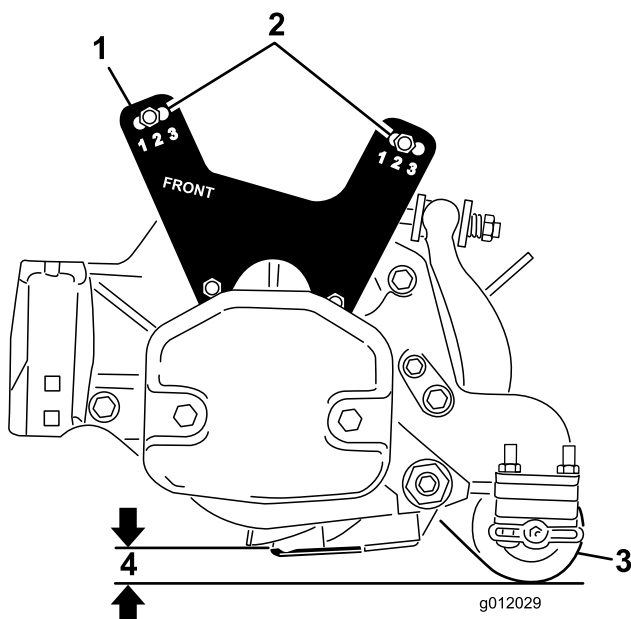

Figura 21
- Baje la unidad de corte al suelo y mida la distancia desde el suelo a la cara superior de la contracuchilla, según se muestra en Figura 21